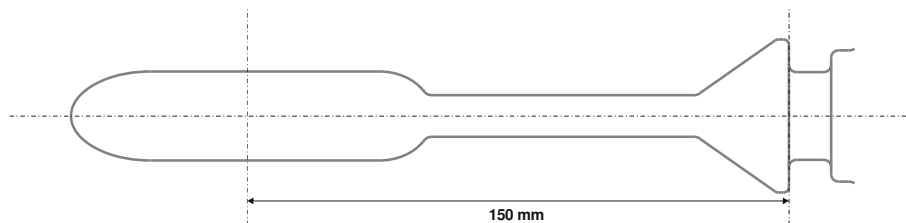

Рисунок 13: Відстань від центру краплеподібного наконечника катушки до конусного кільця, що дозволяє добру фіксацію презерватива.
- Відстань від центру краплеподібного наконечника катушки до конусного кільця становить 150 мм, що дозволяє добру фіксацію презерватива (дивіться Рисунок 13).